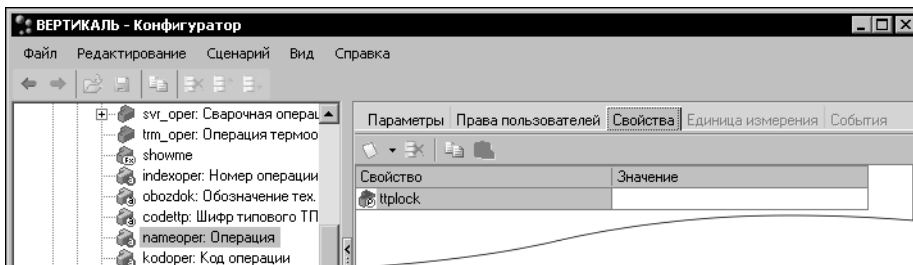

Рис. 17.6. Создание дополнительного свойства *tplock*
4. В таблице свойств введите имя свойства и (при необходимости) его значение. На рис. 17.6 показаны параметры для свойства *tplock*.